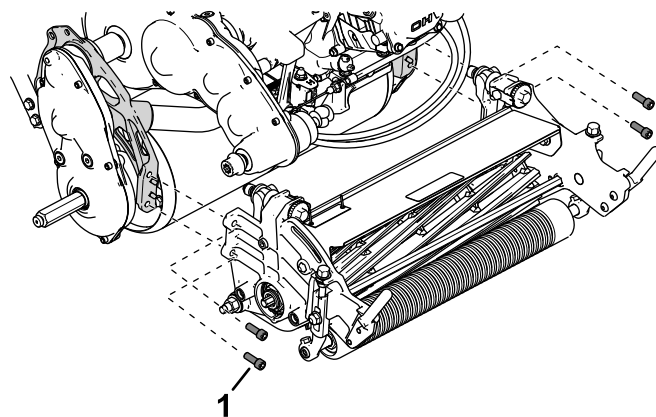

Рисунок 4
3. С помощью 4 винтов с внутренним шестигранником установите режущий блок на машину (Рисунок 4).